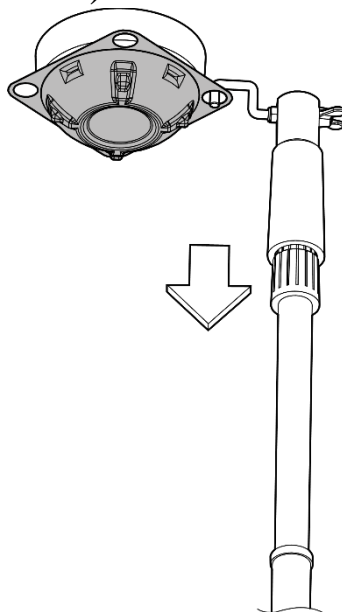

Рисунок 5.4
5.7. Для снятия с извещателя защитного колпака необходимо вставить крюк в одно из отверстий защитного колпака и потянуть вниз (Рисунок 5.4).